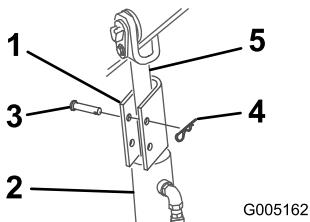

Figura 25
- Coloque un bloqueo de cilindro sobre la varilla de cada cilindro de elevación (Figura 25).
- Fije cada bloqueo de cilindro con un pasador y una chaveta (Figura 25).